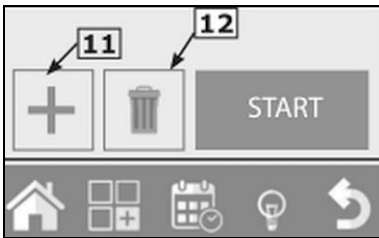

Abb. 20
1. Drücken Sie nach Einstellung der Parameter für die Anfangsphase (Garphase 1), die Taste „+“ (11, Abb. 20), um die nachfolgende Garphase zu erstellen.
4. Drücken Sie am Ende der Programmierung die Taste START (Abb. 20), um den Garvorgang zu starten.
5. Um eine Garphase zu löschen, drücken Sie die Taste „Garphase löschen“ (12, Abb. 20).